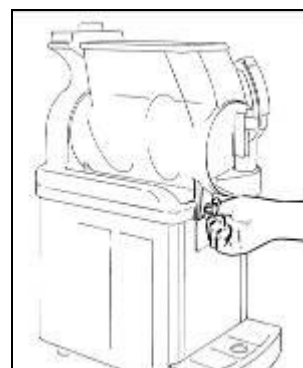

Fig. 17
- **F**ije la cubeta enroscando ambos pomos hasta el tope de su carrera (Fig.17).